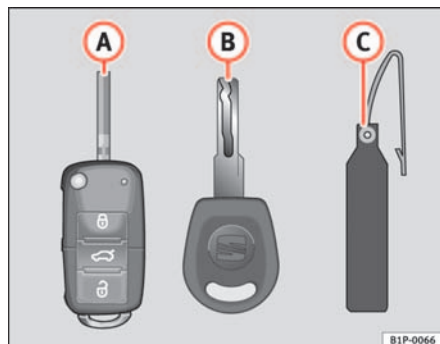

Abb. 62 Schlüsselsatz
- einen Funkschlüssel ⇒ Abb. 62 (A) mit ausklappbarem Schlüsselbart,
- einen Schlüssel ohne Funkbedienung (B),
- einen Kunststoffanhänger (C) mit der Schlüsselnummer.
Nur anhand der Schlüsselnummer auf dem Kunststoffanhänger ⇒ Abb. 62 (B) können Schlüssel nachgemacht werden. Deshalb:
- Verwenden Sie die beiden Schlüssel, die mit dem Fahrzeug ausgehändigt werden ⇒ Seite 102, Abb. 62, den Funkschlüssel  und den normalen Schlüssel .